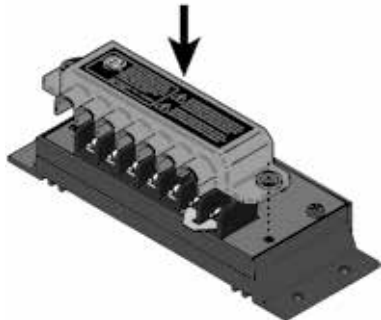

Abbildung 8b. Platzieren der Klemmenblende.
Platzieren Sie dann die Klemmenblende über dem Klemmenblock, siehe Abbildung 8b. Die Montagebohrungen der Abdeckung sollten nach den beiden (2) Schraubenlöchern der Blende ausgerichtet sein.